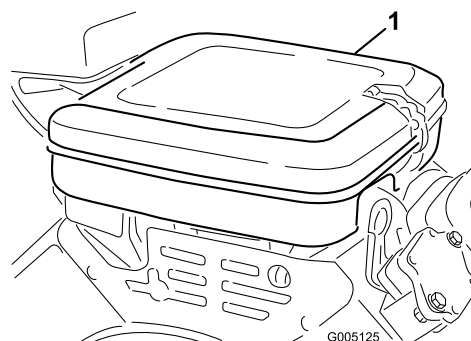

Figure 46
1. Ouvrez les clips de verrouillage et déposez le couvercle du filtre à air (Figure 46). Nettoyez soigneusement le couvercle.